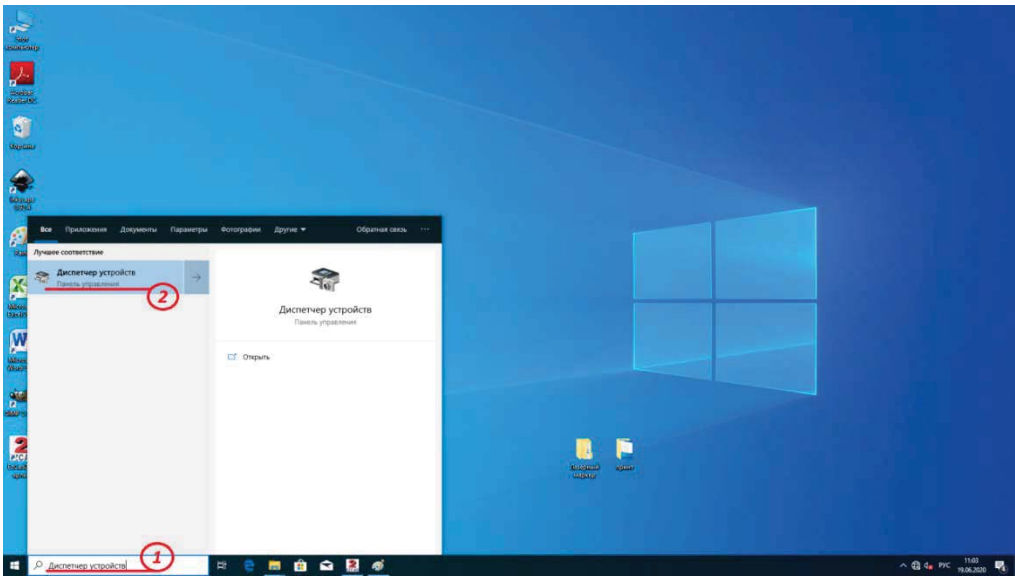

Рисунок 5
- в строке поиска ввести запрос «диспетчер устройств» и в предложенном соответствии выбрать «диспетчер устройств» рисунок 5;